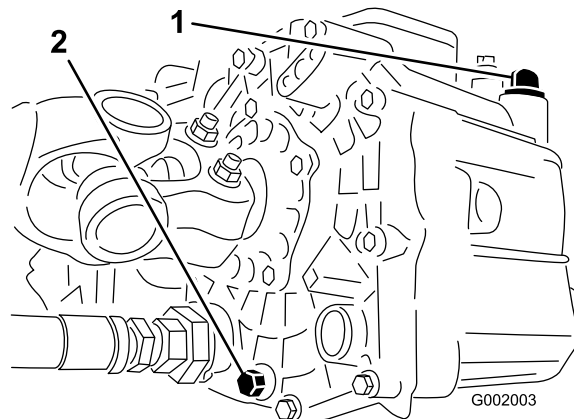

Figura 64
3. Retire el tapón de vaciado del lado del depósito y deje que se drene el aceite hidráulico al recipiente (Figura 64).